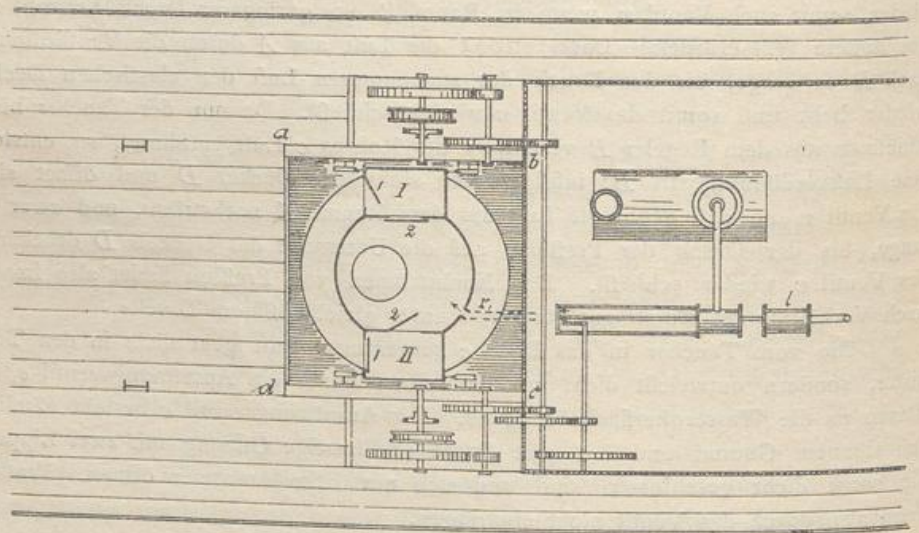

Abb. 214.
Die Glocke ist meistens in der Mitte des Schiffes aufgehängt; in ihm befindet sich zu diesem Zwecke eine schachtartige geräumige Öffnung (*a, b, c, d*, Abb. 214). Diese Anordnung findet sich z. B. am Rhein. (Beim Taucherschacht an der Elbe ist die Glocke an der Seite des Schiffes aufgehängt. Dies hat den Vorteil, daß Taucherarbeiten näher dem Ufer verrichtet werden können und daß auch Gegenstände, die sich über die Höhe des Schiffsbodens erheben, von der Glocke erreicht werden.)
Die Glocke besteht aus der oberen Kammer mit den Luftschleusen, aus dem Hals und dem unteren Arbeitsraum. Von der oberen Kammer führt nach dem unteren Arbeitsraum eine eiserne Leiter hinunter. Die Luftschleusen dienen zum Einsteigen in die Glocke und zum Aussteigen aus derselben. Unter Luftschleuse versteht man eine kleine Vorkammer mit zwei Türen (Abb. 214). Die eine Tür (1) führt von außen in die Schleuse, die andere (2) von der Schleuse in die Glocke. Beide Türen dürfen nie gleichzeitig geöffnet sein, sonst würde die Preßluft aus der Glocke nach außen entweichen. In jeder Tür, oder in der Wand daneben, befindet sich außerdem je ein Luftventil, das wegen seiner Kleinheit nicht gezeichnet ist.
Der Vorgang beim Einschleusen eines Arbeiters ist folgender (vergl. Abb. 214): Nachdem der Arbeiter durch Öffnung des Ventils bei 1 die Preßluft aus der Schleuse I hat entweichen lassen, öffnet er die Tür 1; er geht in die Schleuse I und schließt die Tür 1 sowie das Ventil in ihr. Dann öffnet er ganz allmählich das Ventil bei 2 zwischen Schleuse I und Glocke, so dringt die Preßluft aus der Glocke in die Schleuse ein; alsdann kann die Tür 2 geöffnet werden, und der Arbeiter tritt aus der Schleuse in die Glockenkammer. Beim Ausschleusen tritt der Arbeiter in die (mit Preßluft gefüllte) Schleuse II und schließt Tür 2 und das Ventil bei 2, öffnet dann das Ventil bei 1 allmählich, damit die Preßluft aus der